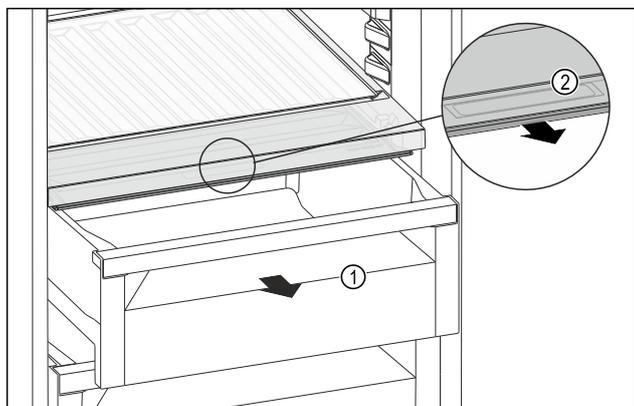

Fig. 107
- ▶ Izvucite ladicu Fig. 107 (1).
- ▶ Primite ručku Fig. 107 (2) na poklopcu pretinca i istodobno povucite poklopac pretinca prema naprijed.